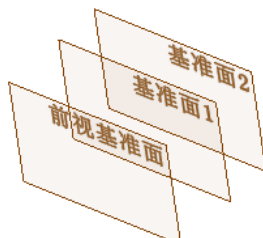

图 3.30.3 基准面 2
Step3. 创建图 3.30.3 所示的基准面 2。选取前视基准面为参考实体，采用系统默认的偏移方向；输入偏移距离值 120.0。